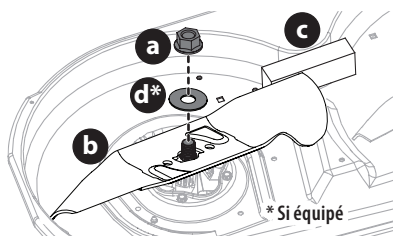

Figure 52
2. Placez un cale de bois (c) entre le carter du plateau de coupe et le tranchant de la lame (b) pour aider à débloquent l'écrou hexagonal (a) et la rondelle (d)* qui fixe la lame (b). Utilisez une clé de 15/16 po pour desserrer l'écrou hexagonal (a) et la rondelle (d)* (Figure 52).
3. Lorsque vous réinstallez les lames, assurez-vous de ce qui suit (Figure 52) :